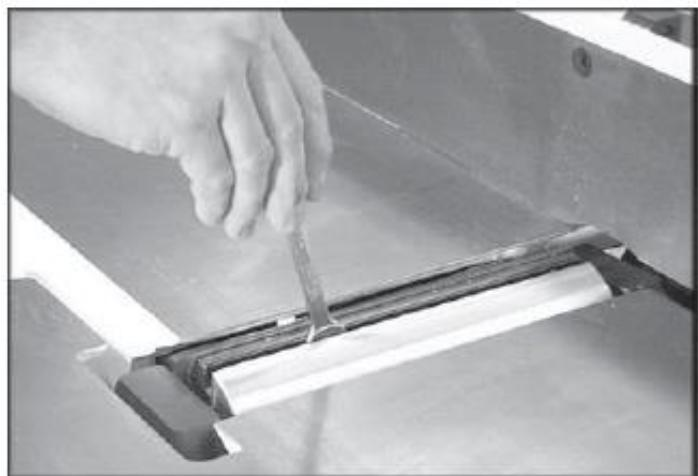
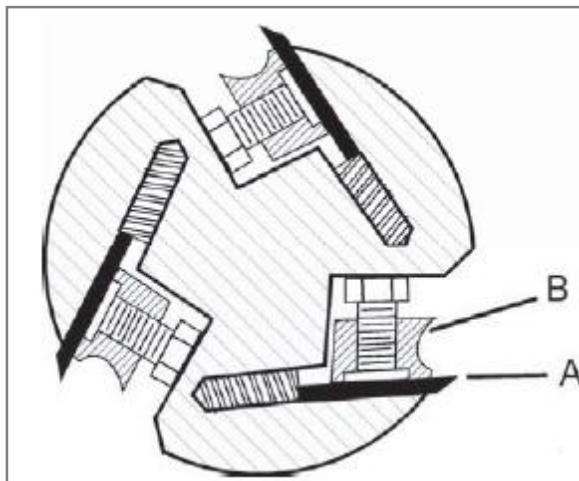

Рис. 26
Рис. 27
3. Ослабить фиксирующие винты (*Рис. 26*). Примечание: ослаблять винты, вращая их по часовой стрелке, глядя от подающего стола. Осторожно вынуть нож (*Рис. 27 А*) и винты прижимной планки (*Рис. 27 В*). Повторить операцию для остальных двух ножей.